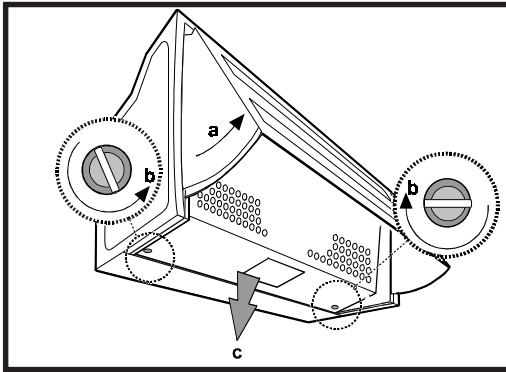

Fig. 7 - Abb. 7 - Obr. 7
- b) Quitar la rejilla de aspiración (Fig. 7).